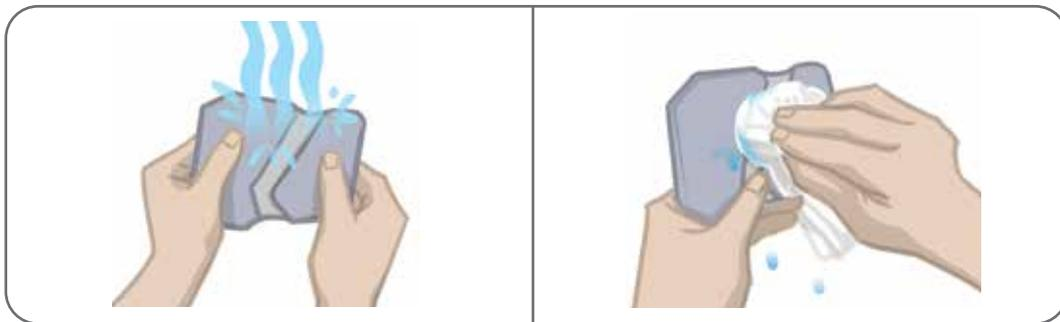

Ilustración 6-3: Cómo humedecer el electrodo y eliminar el exceso de agua
3. Humedezca con agua el Electrodo Quick Fit en su totalidad. Consulte la ilustración 6-3.
4. Escurra el agua sobrante del Electrodo Quick Fit con un trapo. Consulte la ilustración 6-3.